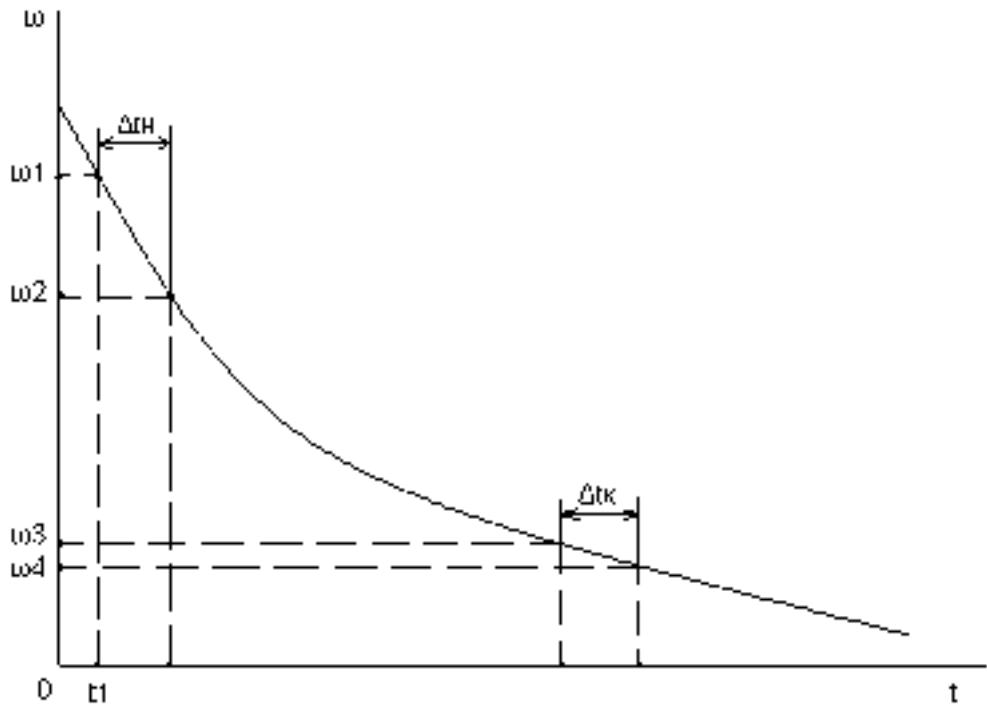

Рисунок 2.1 – График выбега трансмиссии.
Для определения коэффициентов  $a$  и  $b$  используем уравнение (2.4) и экспериментальный график выбега трансмиссии  $\omega=f(t)$  (рис. 2.1):
где  $t_1$  – время от начала выбега при  $\omega=\omega_1$  (рис. 2.1).
3. По значениям скорости рассчитать угловые скорости ведущих колес и построить зависимость  $\omega=f(t)$  (рис. 2.1).